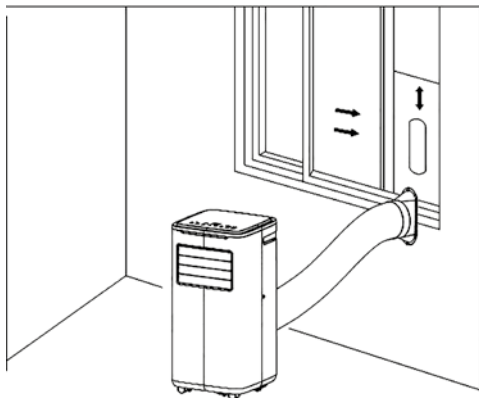
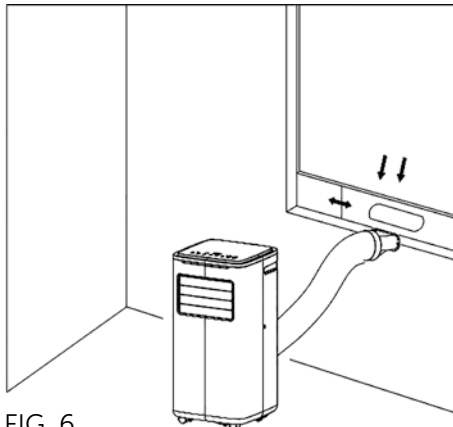

FIG. 5
FIG. 6
4) Allungare il tubo di scarico e inserire l'estremità piatta dei giunti del tubo di scarico nel foro del gruppo della piastra di tenuta della finestra (come mostrato in Fig.5 e Fig.6).